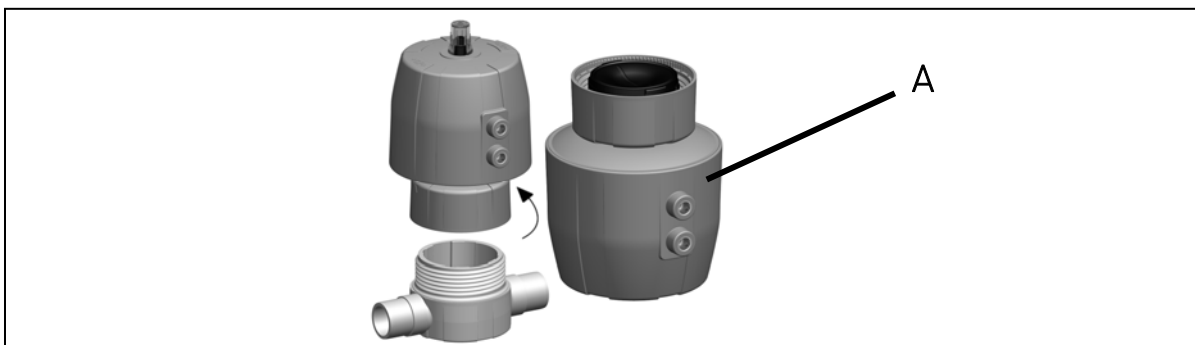

Fig. 21
- Abra la tuerca de la carcasa **A** con una llave de correa/ herramientas especiales y retire el actuador, véase Fig. 21